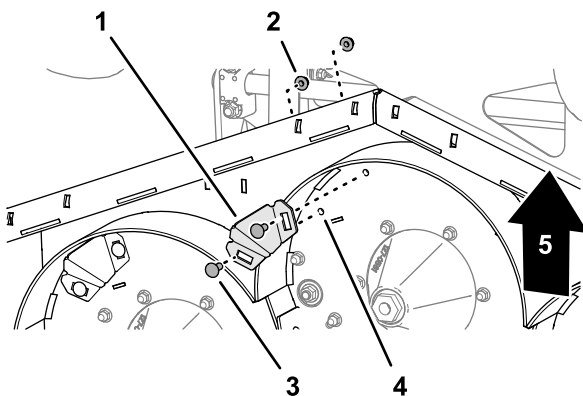

Figura 37
2. Sul fondo del lato centrale del piatto di taglio, rimuovete i 2 bulloni a testa tonda ($\frac{3}{8}$ " x 1") e i 2 dadi di bloccaggio flangiati ($\frac{3}{8}$ ") che fissano il raccordo dell'inserto al piatto di taglio e rimuovete il raccordo dell'inserto (Figura 37).